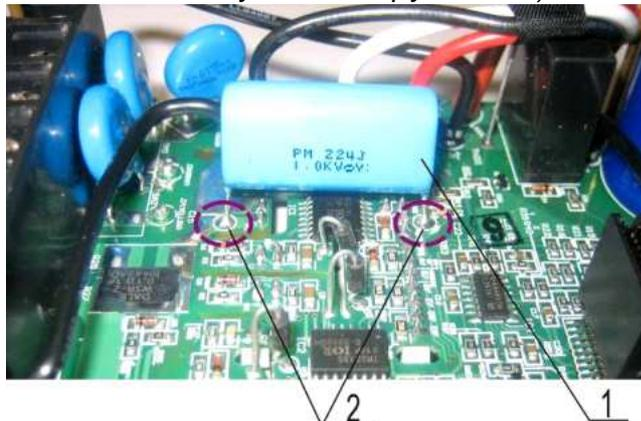

Рис. 6.13
6.7.9. Отпаять конденсатор 1 (рис. 6.13). Положить плату драйверов и конденсатор в тару.